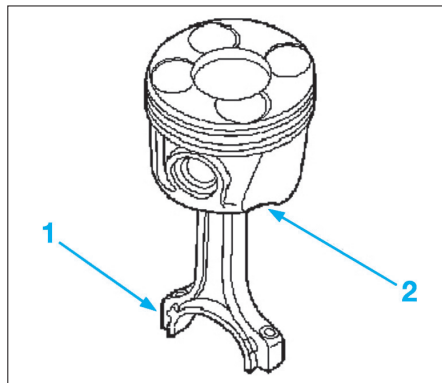

Fig. 58
Respecter la position de montage. Reposer la tige de bielle sur le piston de sorte que le numéro estampé sur la bielle (1) soit placé face au renforcement du gicleur d'huile dans le piston (2) (Fig.58). La flèche sur la tête de piston doit être dirigée côté distribution.